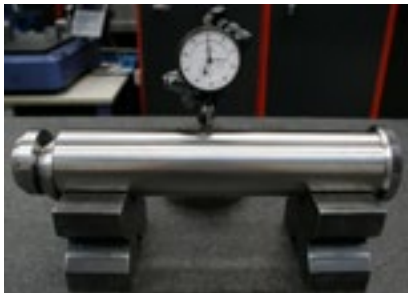

Fig.6
No permanecer cerca de la carga durante las operaciones de transporte, desplazamiento o volteo (ver **Fig.6**). En caso de enganche accidental de la carga puede haber riesgo de lesión
5.2 Efectuar al menos cada 12 meses un control de los bulones para verificar eventuales deformaciones permanentes (ver **Fig.6**); basta con verificar que el bulón gira libremente sobre su eje en el interior de la orejeta.
5.3 En el caso de que se verifique que las eslingas/cadenas han cedido, con la consiguiente sobrecarga de los bulones de transporte, someterlos a controles de cilindridad (ver **Fig.6**) para verificar eventuales deformaciones; en el caso de errores superiores a 0.25 mm sustituir los bulones afectados; sustituir los tornillos de sujeción y verificar el apriete correcto según la tabla indicada en el manual.